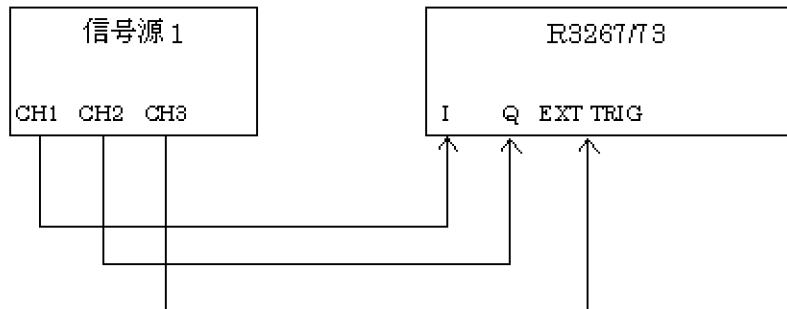

図 6-13 IQ 入力 QPSK 測定接続図
1. R3267/73 と信号源を図 6-13 のように接続します。